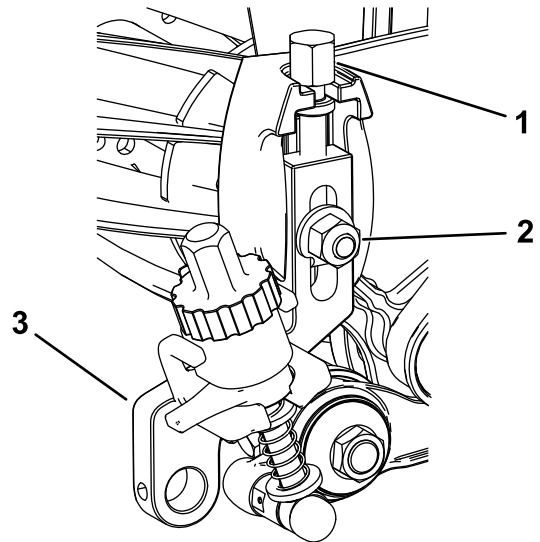

Bild 18
1. Schrauben Sie die zuvor entfernte Einstellschraube für die Schnitthöhe in die Oberseite der Schnitthöhenhalterungen (Bild 18).
2. Montieren Sie die Schnitthöhenhalterung mit der vorher entfernten Senkschraube, Mutter und Spezialscheibe an den Seitenplatten der Schneideinheit (Bild 18).